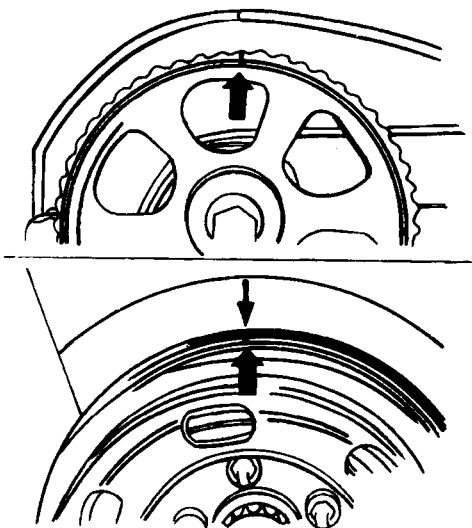
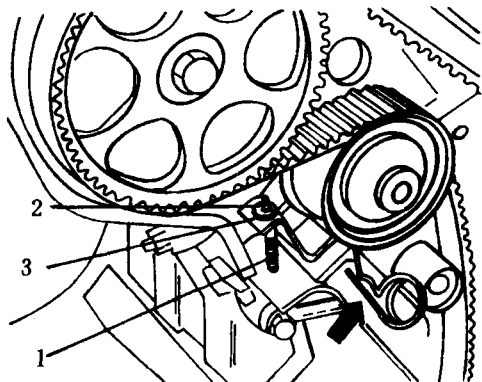
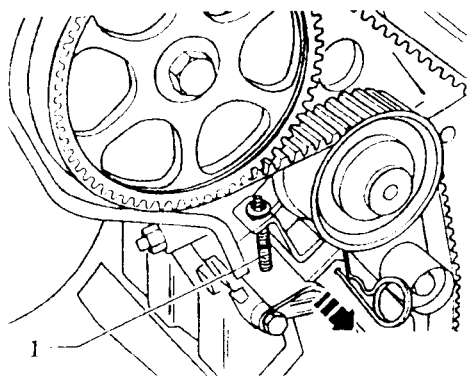

图 1-14
图 1-15
图 1-16
①拆下空气滤清器。
②拆下多楔皮带和张紧装置。
③拆下齿形皮带上护罩。转动曲轴上齿形皮带轮中央螺栓, 将曲轴按发动机旋转方向转到一缸上死点位置 (图 1-14)
④拆下皮带轮及齿形皮带中、下护罩, 标明齿形皮带的旋转方向。
⑤把螺纹杆 M5 × 55 (图 1-15 中 1) 牢固拧到张紧装置上, 将带大垫圈 (图 1-15 中 3) 的六角螺母 (图 1-15 中 2) 拧到螺纹杆上。
①将凸轮轴皮带轮上的标记与气缸盖上的标记对准 (图 1-14)。
②将齿形皮带装到曲轴齿形皮带轮上 (注意旋转方向)。
③安装齿形皮带上护罩、拧紧力矩: 10N·m。
④安装皮带轮 (注意定位)。
⑤将皮带轮上的标记与齿形皮带上护罩上的标记对准。
⑥装上齿形皮带。
⑦按箭头所示拔出安全销, 并松开齿形皮带张紧装置的高压活塞, 拧下螺纹杆 (图 1-16 中 1)。
⑧按发动机旋转方向将曲轴转两周, 再让其处于上止点, 并检查点火正时。